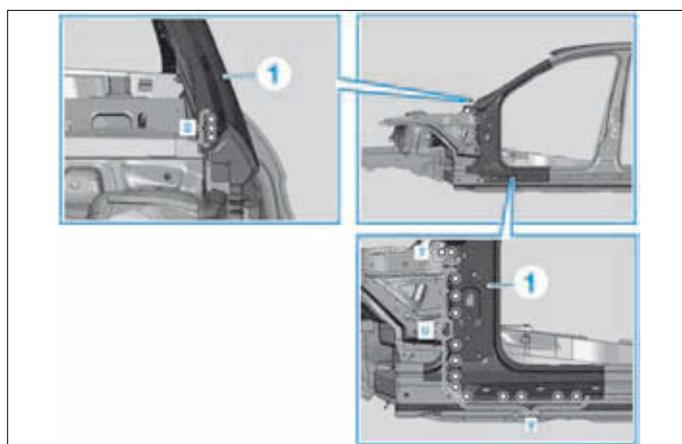

FIG. 70
- Poser le renfort du montant A (2), l'ajuster et le fixer.
- Enfiler le flexible d'écoulement d'eau dans le trou de passage sur le renfort du montant A (2) et le fixer.
- Riveter le renfort du montant A (2) avec un rivet de Ø 6,5 x 12,5 mm dans la zone (A).
- Araser la soudure à l'arc sous protection gazeuse sur le renfort du montant A (2) :
- Poser le panneau extérieur du montant A (1), l'ajuster et le fixer (Fig.70).